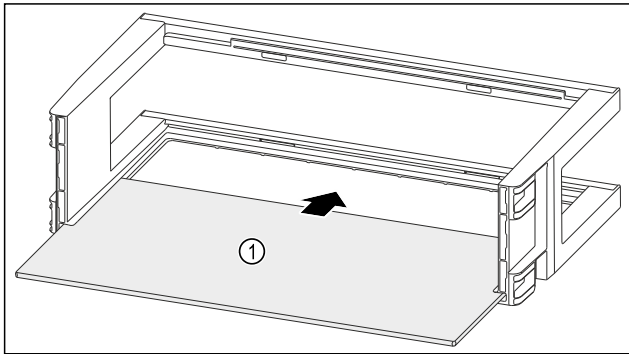

Fig. 113
- ▶ Ablagefläche Fig. 113 (1) in die seitlichen Einsparungen einschieben.